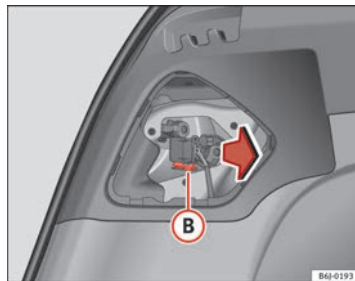

Fig. 180 Smontaggio del portalampada
- Smontare il portalampada premendo sulla clip di fissaggio **B** ⇒ fig. 180 ed estrarlo all'esterno.